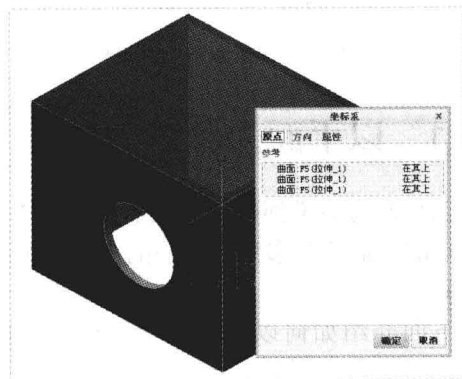

图 4-73 “坐标系”对话框
Step 03 弹出“坐标系”对话框,按住【Ctrl】键的同时,依次选择 3 个参考面,在“坐标系”对话框的“参考”选项区中,创建了过 3 个曲面的参考,如图 4-73 所示。